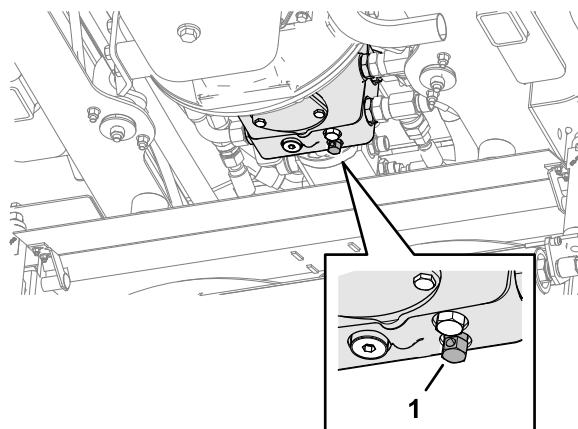

Figure 44
- Au-dessus de l'unité de coupe centrale, fermez la vanne de dérivation sur la pompe de transmission en la tournant dans le sens horaire (Figure 44).